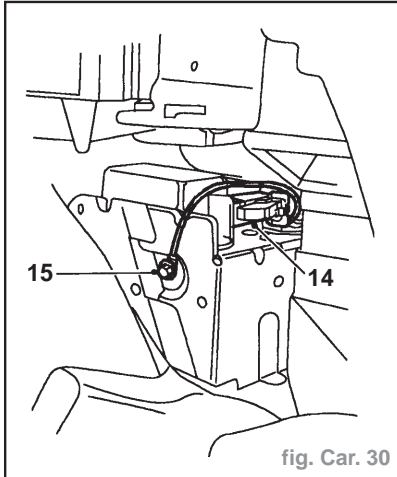

fig. Car. 30
- Débrancher la fiche multibroches du module de commande SRS (14) (fig. Car. 30).